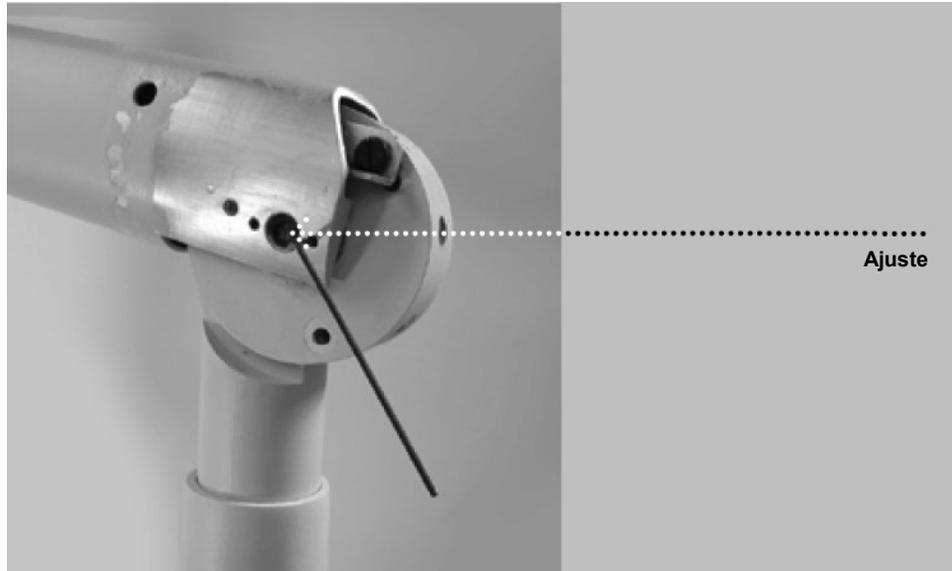

Figura 104
2. Usando una llave Allen de 2 mm, como se muestra en la *Figura 104*, ajustar los dos tornillos de manera pareja en cada punto de ajuste hasta obtener el movimiento deseado del brazo de articulación. No aflojar demasiado los puntos de ajuste para evitar que el brazo de articulación se incline.